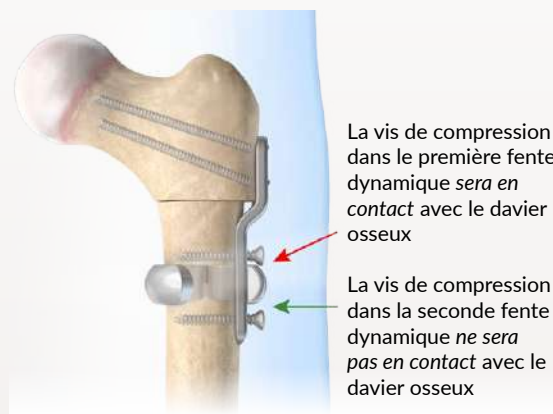

FIGURE 52 : Ne pas placer le davier dans le trou supérieur
- 7** Remarque : Lors de la réduction de la plaque pour jeune enfant sur la diaphyse fémorale après l'insertion des vis proximales, le positionnement du davier osseux dans le premier trou de verrouillage entraînera des interférences ultérieures avec une vis de compression dans la première fente dynamique (Figure 52). Pour éviter cette interférence, la compression doit être appliquée via la seconde fente dynamique.